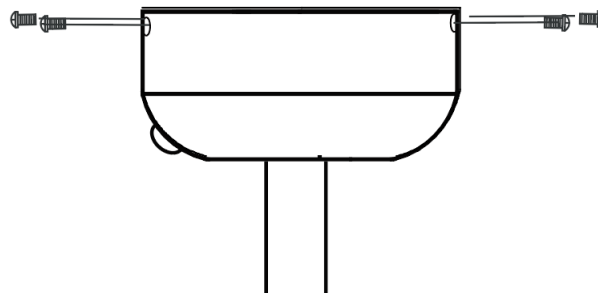

Fig. 12
- Couvrez le support de montage avec le cache. Veillez à placer tous les câblages électriques dans le capot et à ne pas les endommager durant cette étape. Fixez le cache sur le support de suspension avec les vis fournies. (Fig. 12)